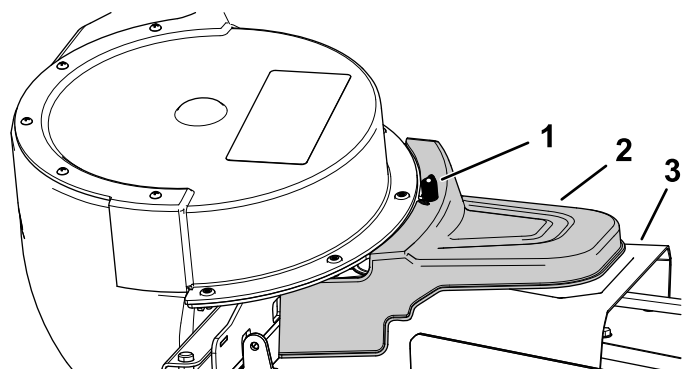

Рисунок 27
- Установите крышку механизированного травосборника на крышку ремня и закрепите ее, затянув ручку (Рисунок 27).